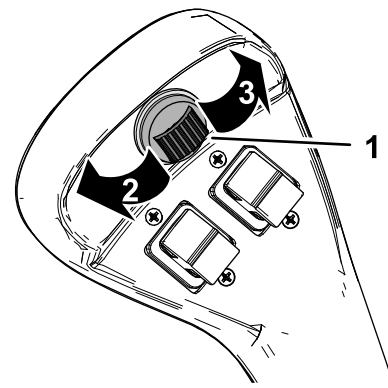

Figura 22
Utilice el interruptor del apero secundario (Figura 22) para controlar determinados aperos opcionales.
- Presione el interruptor del apero secundario hacia la derecha hasta que se bloquee en esa posición para accionar un apero hidráulico en dirección hacia adelante (Figura 22). Utilice el interruptor del apero principal para controlar la función; consulte Interruptor del accesorio principal \(página 14\).